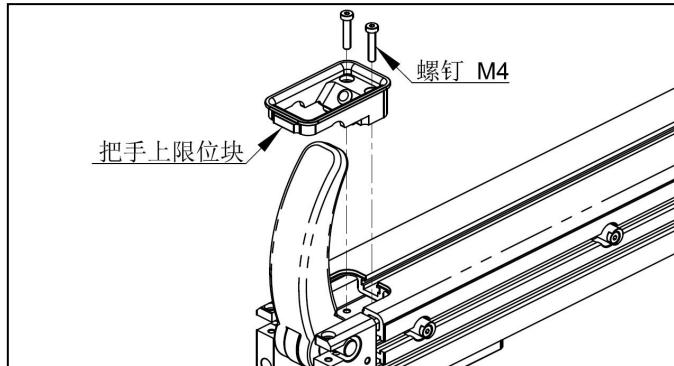

图 9-7
(7) 如图 9-7, 拆下锁紧把手前方的 2 个螺钉取出把手上限位块。